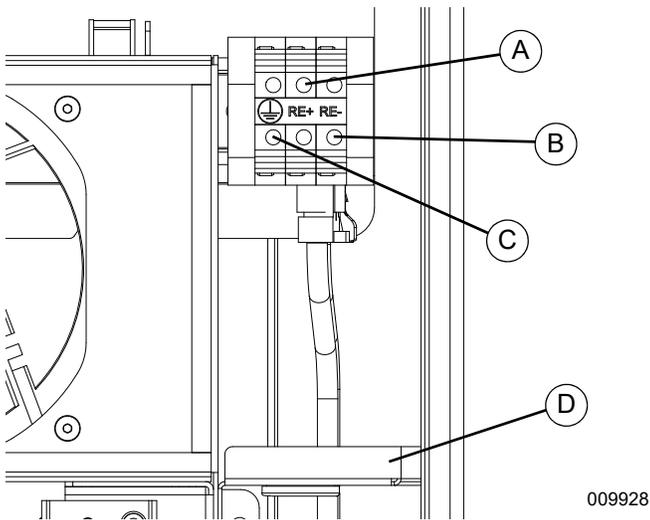

Figure 4-9. Câblage REbus
1. Voir **Figure 4-9**. Raccorder les conducteurs REbus à leurs bornes respectives. RE+ sur le rouge (A), RE- sur le bleu (B).
2. Raccorder le conducteur de mise à la masse à la borne verte (C).
3. S'il y a lieu, tirer les conducteurs de câblage à travers le passe-câble (D) de la cloison de gaine de câblage.